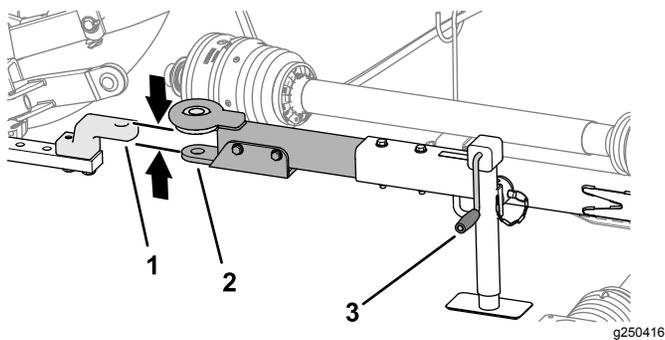

図 22
1. ジャッキハンドルで牽引バー・ジャッキの高さを調整して牽引バーを車両の牽引バーまたはピントルヒッチと同じ高さにする 図 22。
- 牽引車両の牽引バーまたはピントルヒッチを、モアの牽引バーに揃える 図 22。